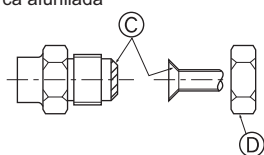

Fig. 4-5
(A) (Fig. 4-5)
(B) (Fig. 4-5)
### 4.4. Tubos de ligação (Fig. 4-5)